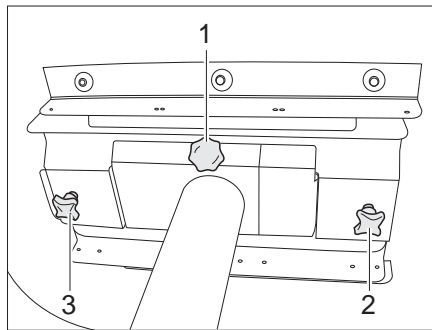

Fig. 99 Tavolo fisso (dal basso)
- Svitare le viti di fissaggio (Fig. 99,2 e 3).
- Svitare completamente la vite di fissaggio (Fig. 99,1).
- Svitare le viti a testa cilindrica zigrinata (Fig. 99,2 e 3).